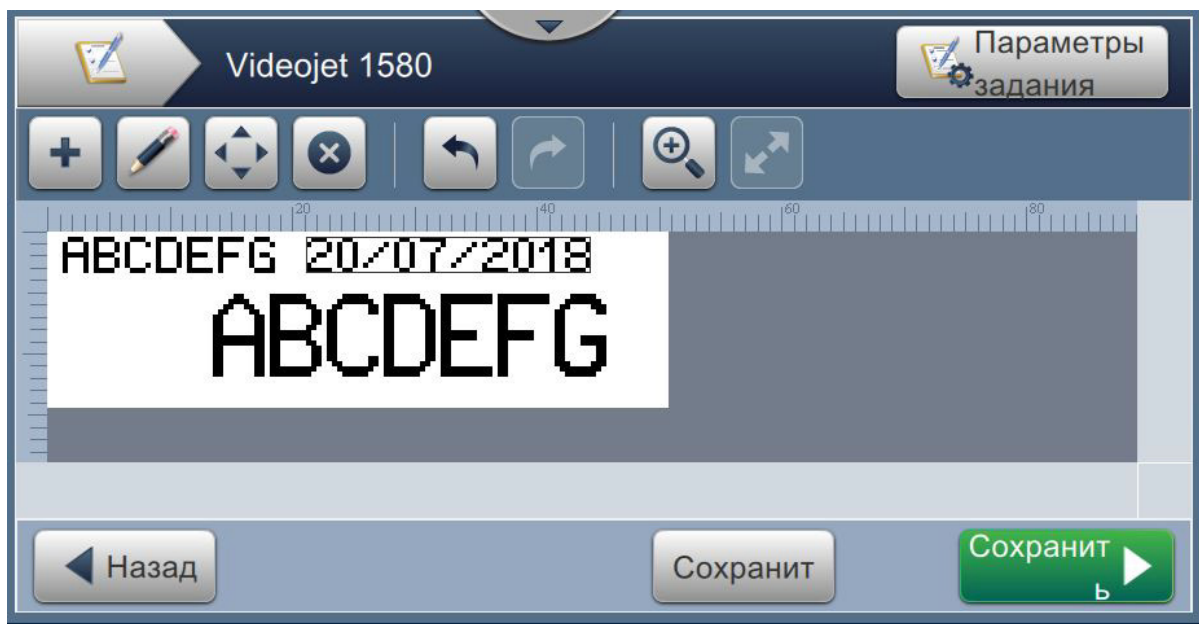

Рис. 5-20: Поле даты
21. Нажмите кнопку  , чтобы сохранить внесенные изменения. Поле даты будет вставлено в задание, как показано на Рис. 5-20.